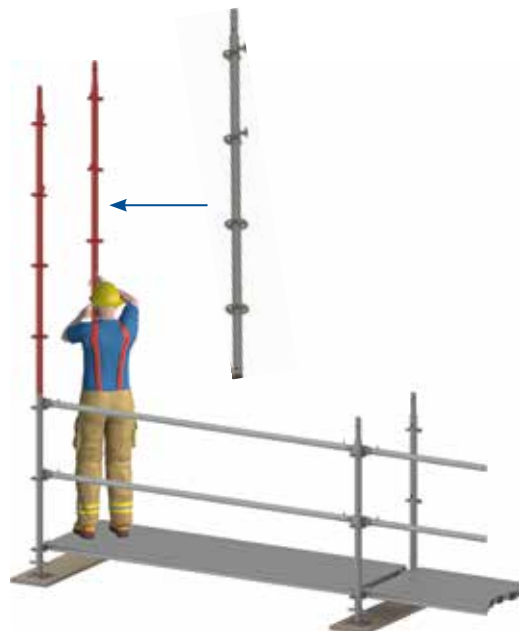

Figure 23 : Montage montant vertical.
12. Avec ce type de montage, le montant vertical ou deux montants verticaux sont installés sur le support. Ce faisant, les goujons de garde-corps doivent être dirigés contre le champ d'échafaudage (voir la figure 23). Pour finir, fixer chaque montant vertical avec une goupille de blocage.